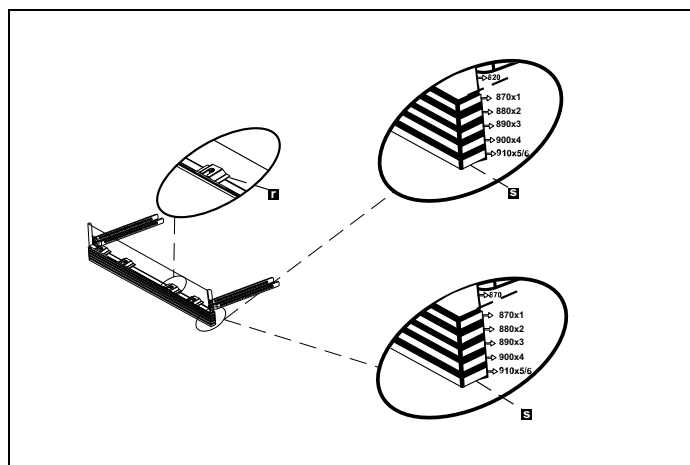

Fig. 20
- 3) Como se muestra en la Fig. 20 , los pies cilíndricos del zócalo ajustable se fijan a las piezas metálicas de fijación del zócalo y se insertan a través de la cavidad de la pieza.